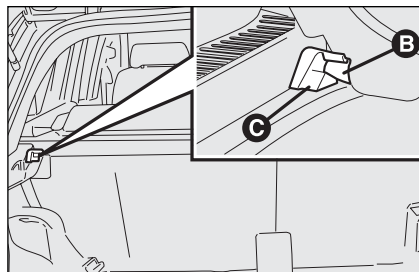

fig. 102
- ❑ liberar os pinos **B-fig. 102** da superfície de apoio das próprias sedes **C** e extrai-la.